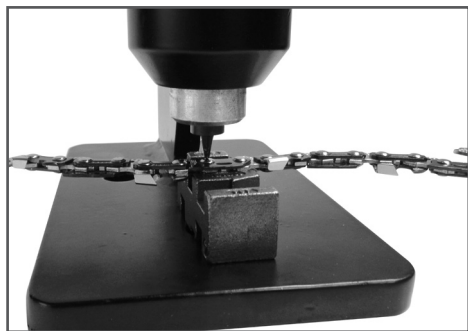

Рис.3 Положение цепи при расклепке
5. Установите цепь в соответствующий паз наковальни так, чтобы заклепка, которую необходимо расклепать находилась точно напротив пробойника (Рис. 3).